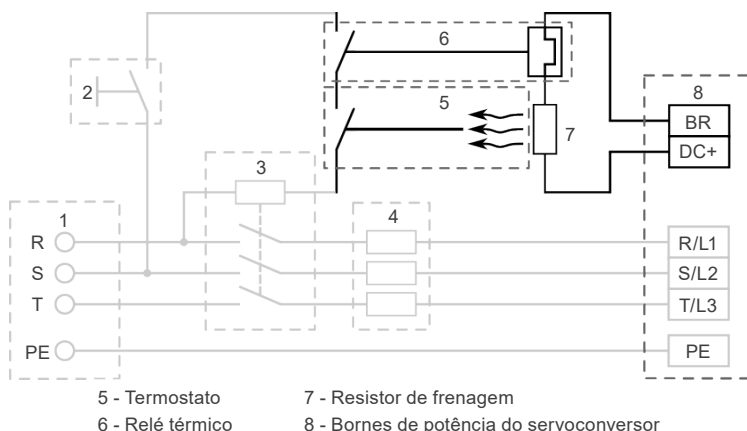

Figura 3.8: Conexões de frenagem reostática
- Para garantir a proteção da instalação em caso de falha do circuito de frenagem e evitar a destruição do resistor ou risco de fogo, deve-se incluir um relé térmico em série com o resistor e/ou um termostato em contato com o corpo do mesmo, conectados de modo a desconectar a rede de alimentação de entrada do servoconversor em caso de sobreaquecimento do resistor, como mostrado na Figura 3.8 na página 3-22.